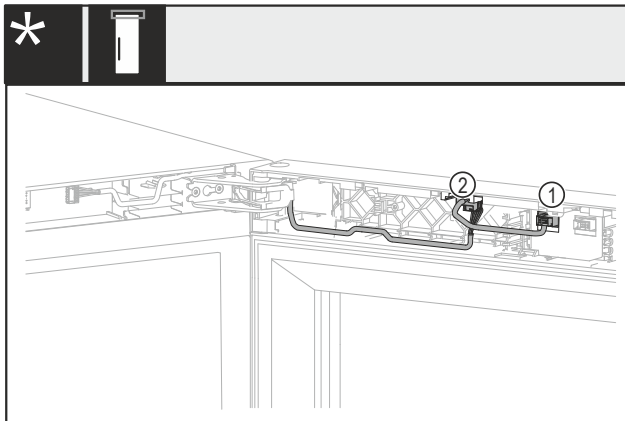

Fig. 8 Sans verrou ou verrou mécanique
- Retirer le connecteur Fig. 8 (1).
- Retirer le connecteur Fig. 8 (2).